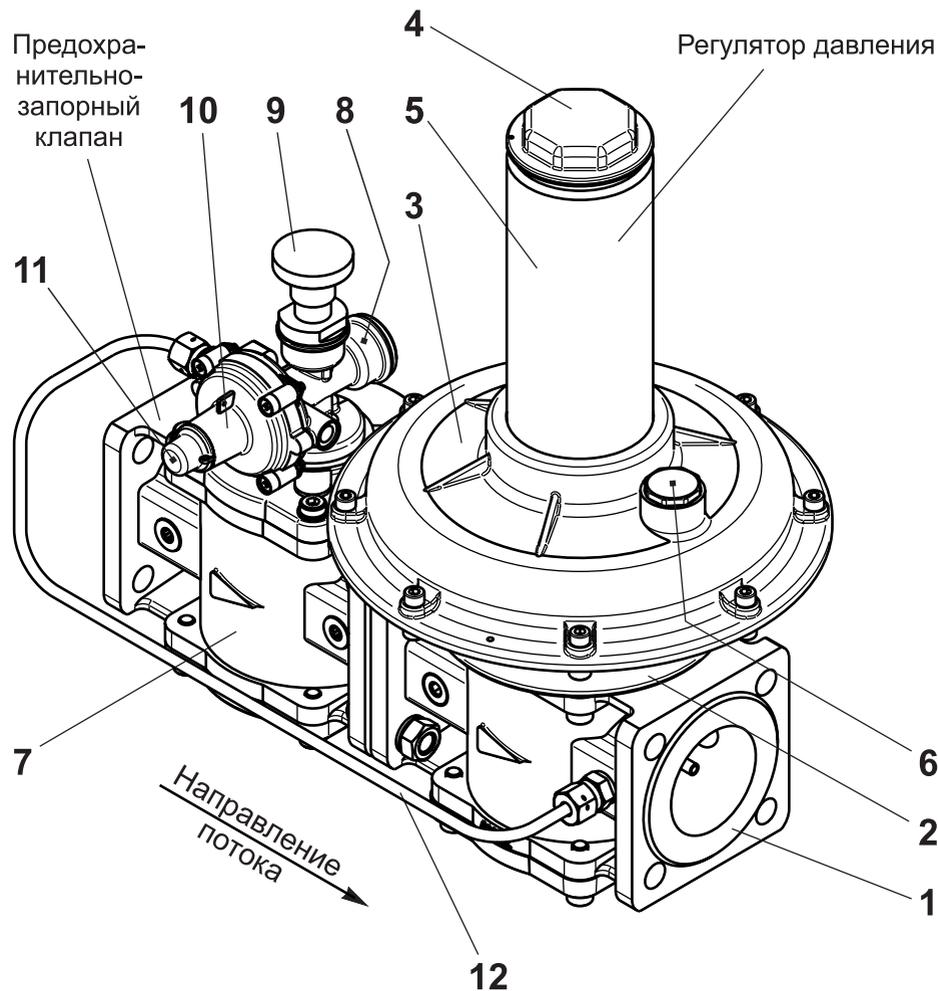

Рис. 1
2.1 Комбинированный регулятор конструктивно состоит из двух устройств (рис. 1, 2):